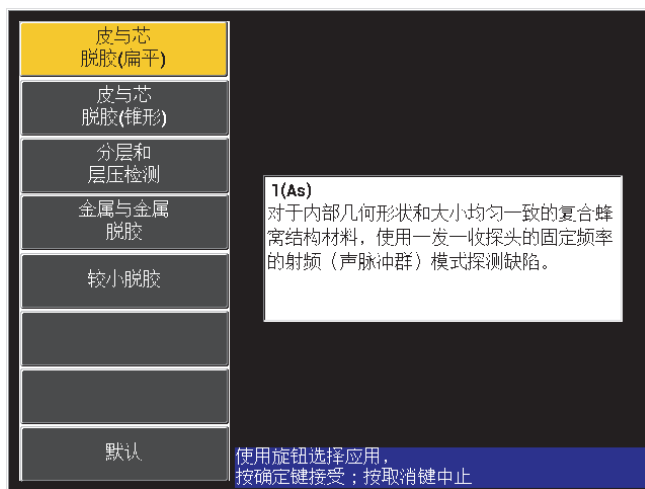

图 6-2 蒙皮与蜂窝芯脱粘（扁平）应用
3. 选择**皮与芯脱胶（扁平）**应用，然后按确定键（）接受（参见第 121 页的图 6-2）。